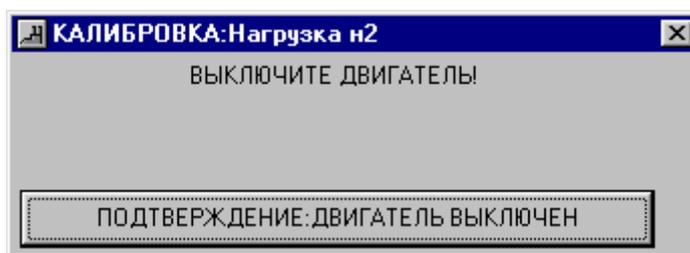

Рисунок 6.2 – Запрос на выключение двигателя
4. Если пароль введен правильно, на экране появится запрос на выключение двигателя (рис. 6.2). Выключить двигатель и подтвердить выключение в окне на рис. 6.2. После чего на экране появится надпись «Ждите! Выполняется коррекция нуля».